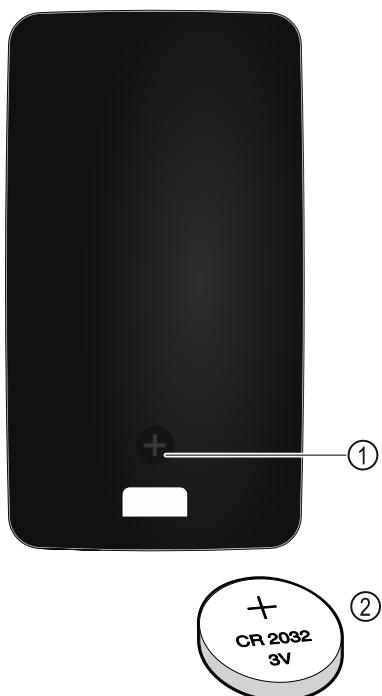

Fig. 149
Diaľkové ovládanie je napájané batériou typu CR 2032 s 3 V Fig. 149 (2), ktorú si môžete kúpiť v špecializovanom obchode.
- ▶ Vyskrutkujte skrutku Fig. 149 (1) na zadnej strane diaľkového ovládania.